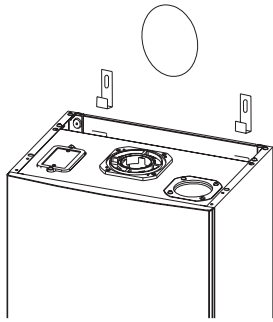

Рисунок 7.3 Установка газового котла
- Поднимите газовый котел и наденьте на кронштейны отверстиями на задней панели газового котла (смотрите рисунок 7.3;)